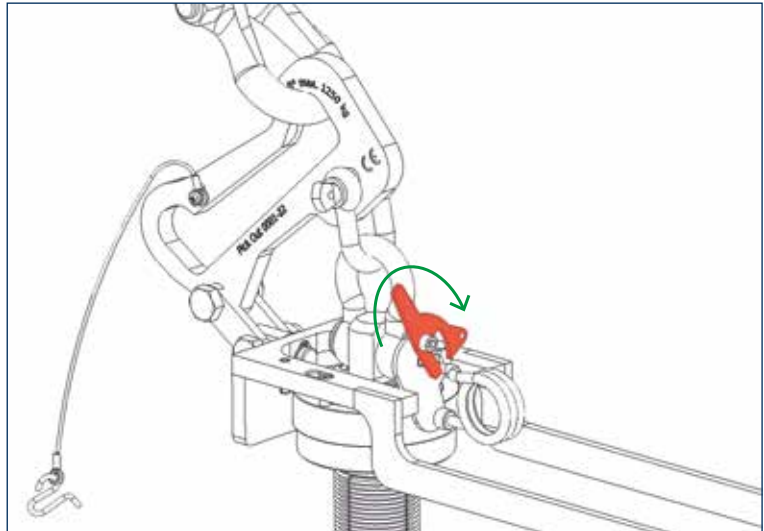
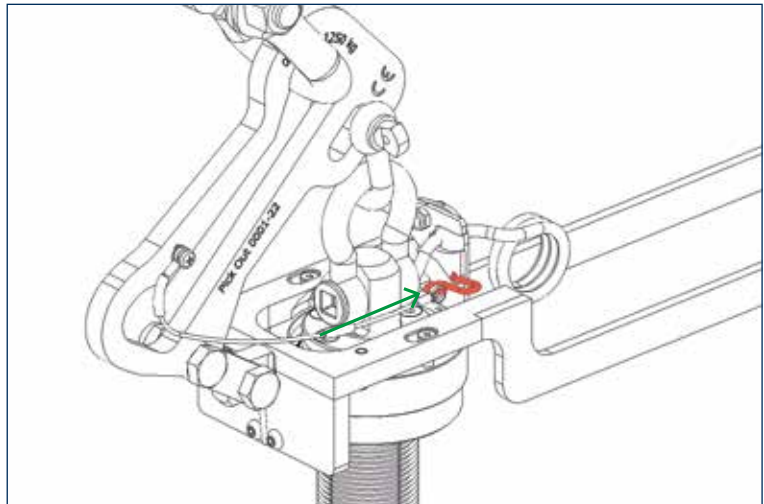

Bild 3
Bild 4
- e) Fjäderspärren ska aktiveras för varje lyftprocess. Rör spaken enligt Bild 3 i den föreskrivna riktningen och för in spärrplinten. Viktigt att den stora schackeln är inom området för lyftpositionen.
Fjäderspärren ska aktiveras för varje lyftprocess. Rör spaken enligt Bild 3 i den föreskrivna riktningen och för in spärrplinten enligt Bild 4. Viktigt att den stora schackeln är inom området för lyftpositionen.